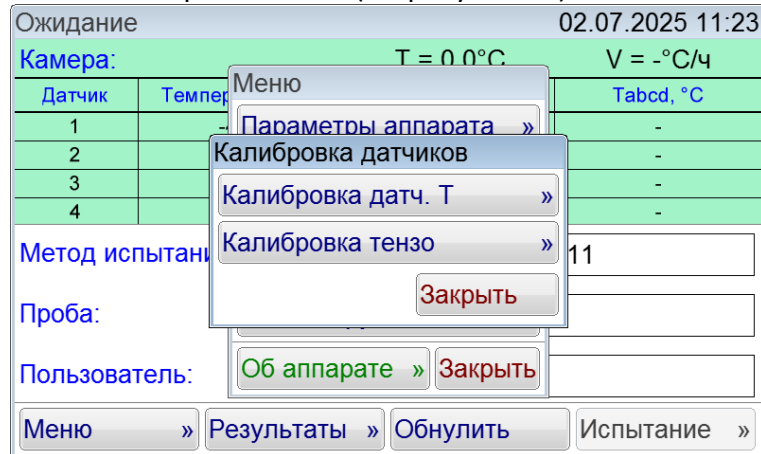

Рисунок 39 – Окно «Калибровка датчиков»
- 2) Ввести пароль «37201». Откроется окно (см.рисунок 39).
- 2) Ввести пароль «37201». Откроется окно (см. рисунок 39).